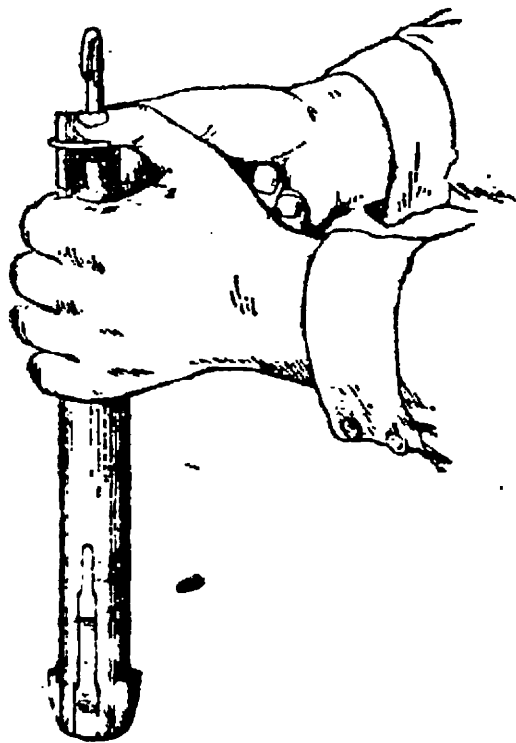

Рис. 44. Как соединить ударный механизм с затвором
2. Соединить ударный механизм с затвором (рис. 44), вложить ударный меха-